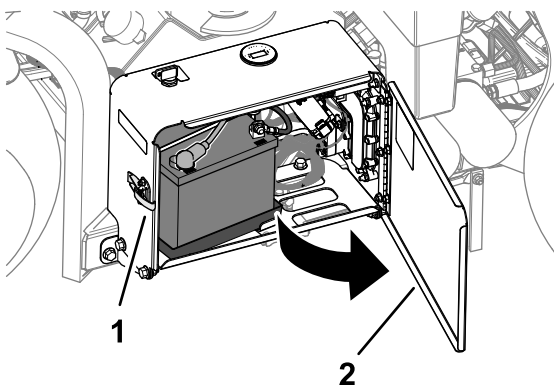

図 171
1. ラッチを外し、バッテリーコンパートメントのドアを開く 図 171。